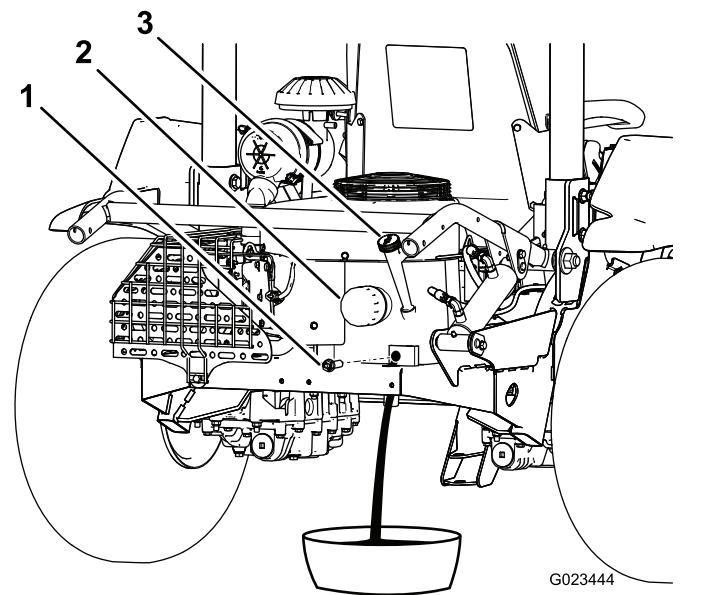

Bild 37
3. Entfernen Sie die Ablassschraube (Bild 37) und lassen Sie das Öl in einen geeigneten Behälter ab. Schrauben Sie die Ablassschraube wieder ein, nachdem das Öl abgelaufen ist.